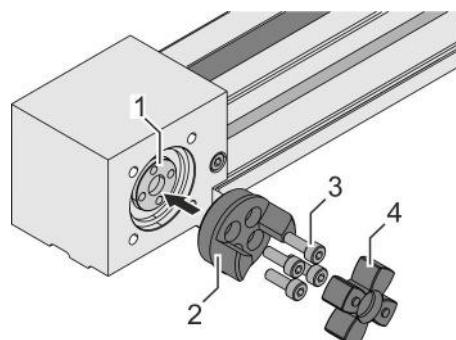

Abb. 22: Schraubnaben montieren
1. ► Schraubnaben (Abb. 22/2) auf die Zahnriemenwellen (Abb. 22/1) beider Lineareinheiten setzen.
2. ► Jeweils 4 Schrauben (Abb. 22/3) diagonal im Wechsel festziehen:
3. ► Zahnkränze (Abb. 22/4) in die Schraubnaben einsetzen.